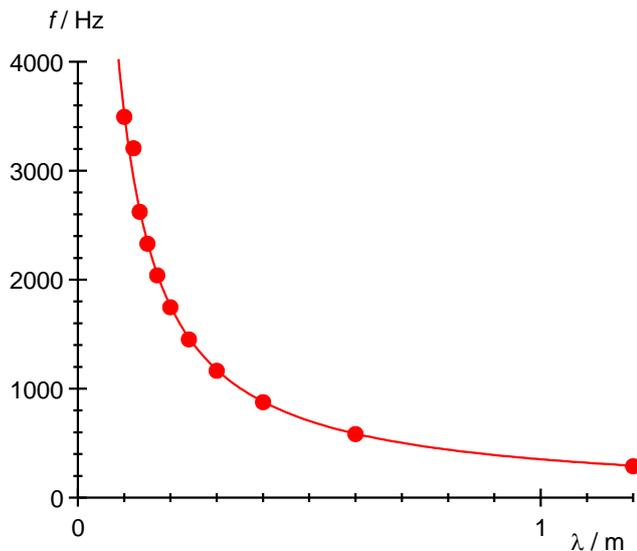

Fig. 5: Diagrama frequência-comprimento de onda para as oscilações básica e superior para  $L = 0,6$  m.
- Calcular os comprimentos de onda conforme equação (14) e anotar na Tab. 2.
- Representar as frequências de ressonância descobertas e os comprimentos de onda calculados (Tab. 2) em diagrama  $f$ - $\lambda$ - (Fig. 5).